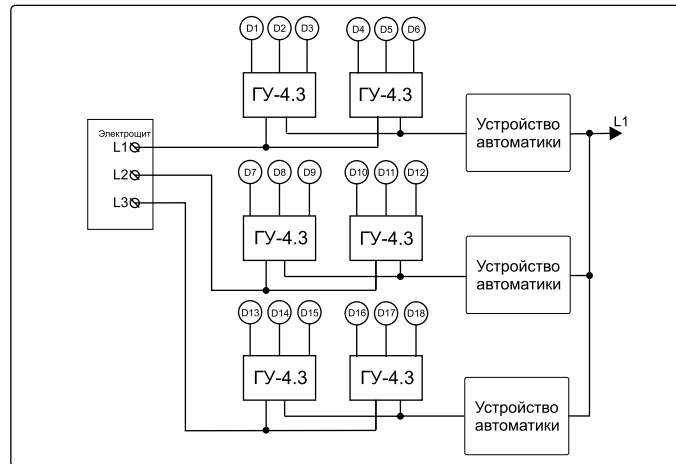

Рисунок 13. Схема подключения ГУ-4.3 к разным «фазам» питающей сети
- Подключить образованные группы к разным «фазам» (см. рис. 13).